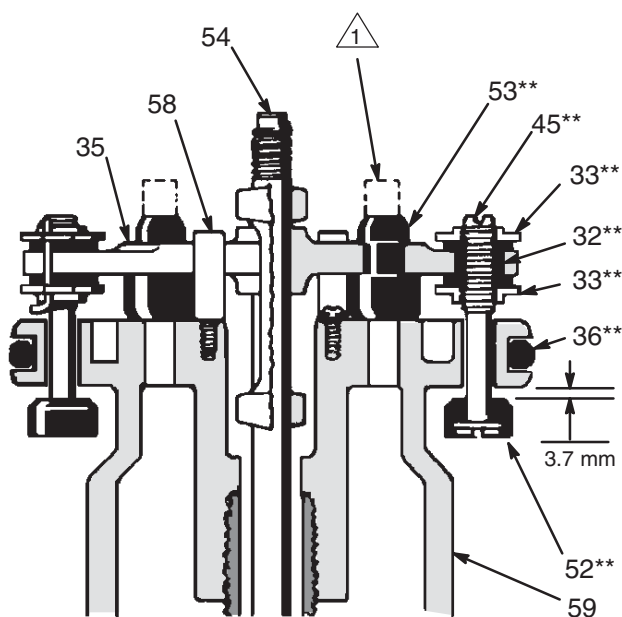

Fig. 4 VISTA IN SEZIONE
4. Installare le teste (52**) sui gambi delle valvole (45**). Spingere i supporti della valvola di scarico (53**) sul dispositivo di azionamento della valvola (35) e tagliare la parte superiore indicata dalle linee tratteggiate. ved. Fig. 4.
6. Installare i dadi di regolazione inferiori (33**) sui gambi delle valvole (45**) ed avvitare i gambi negli anelli di sicurezza (32**). Avvitare i dadi superiori (33**) sui gambi. Prima di installare i fili di fermo (34**) nei dadi di regolazione, utilizzare lo speciale indicatore 171-818 per regolare la valvola di trasferimento, in modo da ottenere un gioco tra le teste (52**) e l'alloggiamento aperto di 3,7mm. Ved. Fig.4.